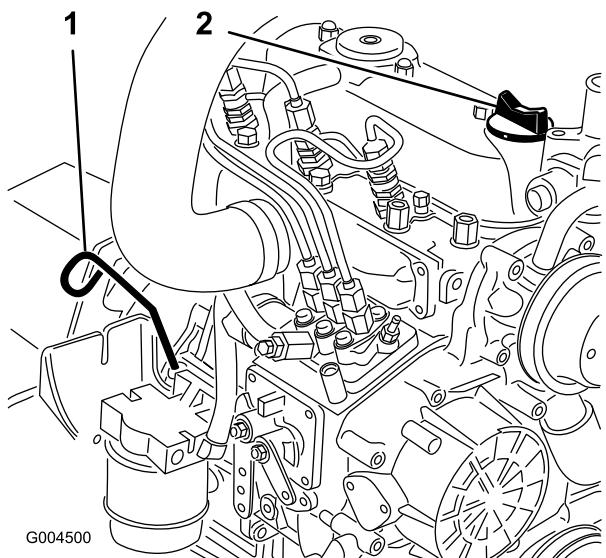

図 46
2. ディップスティック (図 46) を抜き取り、付いているオイルをウェスで拭きとつてもう一度差し込む。引き抜いて油量を点検する。
3. 不足している場合は、キャップ (図 46) を取り、Full 位置までオイルを補給する。